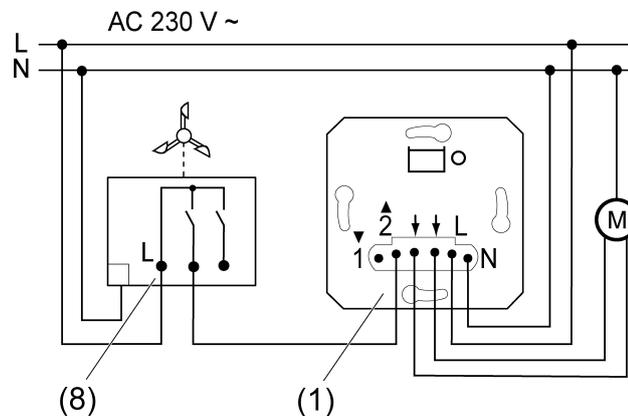

Figure 6: Exemple de raccordement du capteur de vent
- Raccorder le capteur de vent (8) conformément à l'exemple de raccordement (Figure 6). L'alarme de vent est générée via l'entrée de poste auxiliaire 2.